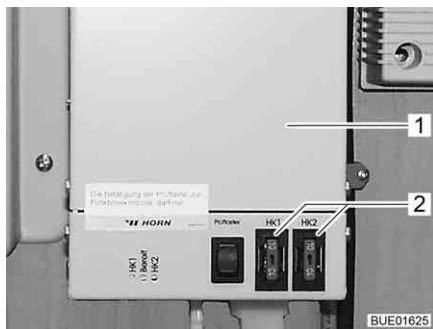

Fig. 109 Regolatore riscaldamento per tubazioni delle acque grigie
I fusibili si trovano sul regolatore (Fig. 109,1).
- Sostituire il fusibile (Fig. 109,2).